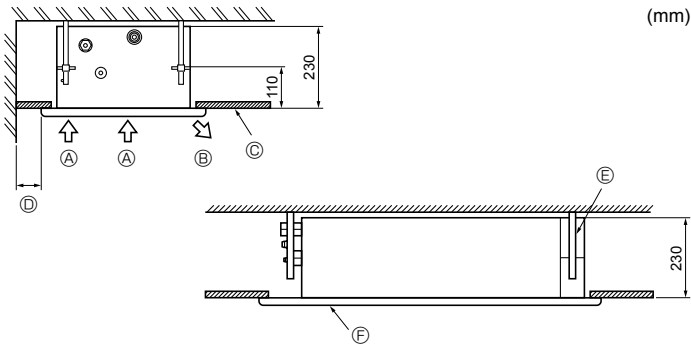

Abb. 2-2
2.2. Freiraum für Bedienung/Handhabung (Abb. 2-2)